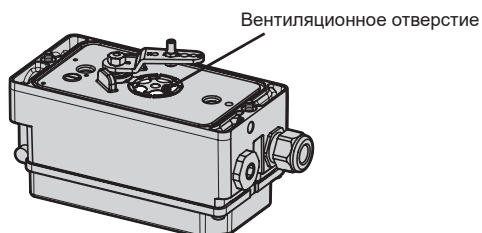

Рис. 5-1: Вентиляционное отверстие (тыльная сторона позиционера)
- Запрещается закрывать или дросселировать вентиляционное отверстие (см. Рис. 5-1).